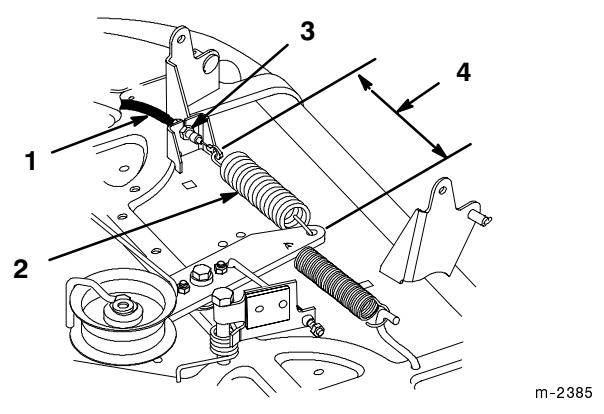

Figure 48
12. Mettez le levier de commande de PdF en position embrayée sur le tableau de bord. Mesurez l'écart entre les crochets des extrémités du ressort de galet tendeur (Fig. 48). Réglez les contre-écrous si nécessaire pour obtenir un écart de 150 mm (Fig. 48).